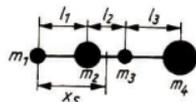

Bild 28
- 3.57 Vier verschieden große Körper unterschiedlicher Masse sind in einer Anordnung nach Bild 28 durch eine starre prismatische Stange verbunden. Berechnen Sie den Abstand des Massenmittelpunktes des Systems vom Mittelpunkt der Masse m_1 .